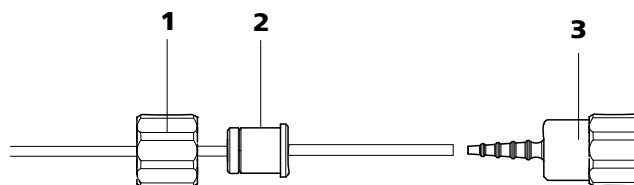

Abbildung 21 Pumpschlauch-Verbindung ohne Filter installieren
- **Fall B:** eine Pumpschlauch-Verbindung **ohne Filter** 6.2744.160 (siehe Abbildung 21, Seite 31) anschliessen.